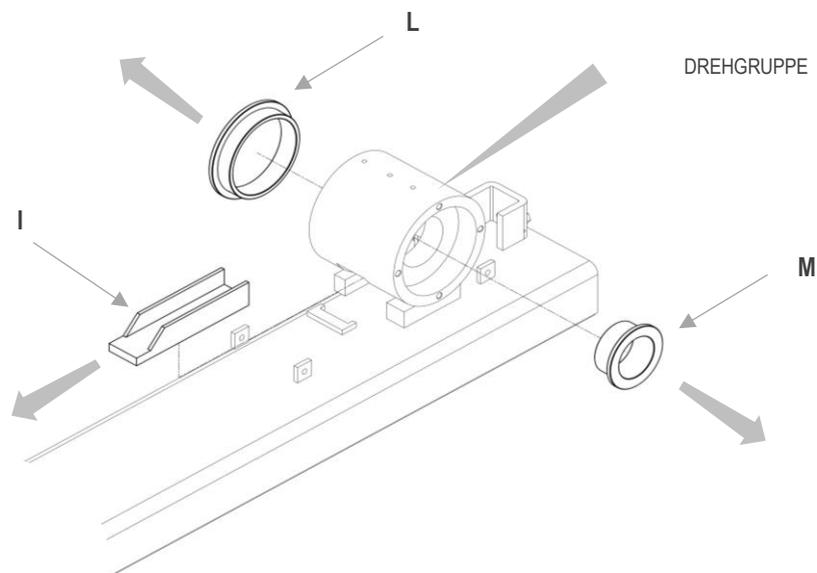

Abbildung 46
5. Nach der Durchführung der oben beschriebenen Tätigkeiten, das Bronzelager, zum Verschieben der Zahnstange **I** nach oben bewegen und aus dem Sitz herausziehen (siehe Abbildung 46)
6. Das geflanschte Bronzelager **M** aus dem Sitz der Scheibe entfernen und aus der Drehgruppe herausziehen (siehe Abbildung 46)
7. Das geflanschte Bronzelager **L** aus dem Sitz der Scheibe entfernen und aus der Drehgruppe herausziehen (siehe Abbildung 46)